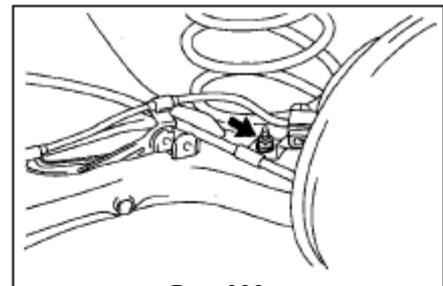

Рис. 222
- 5. Демонтируйте клапан ограничения давления и левую заднюю тормозную трубку(рис. 222)**